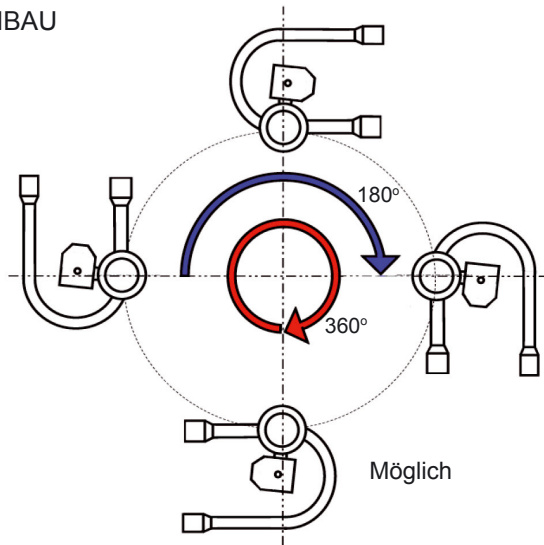

Abb. 1
- a. Horizontale Lage; die Ausrichtung der Ventile der STF-Serie 25, 30, 40, 50, 60 muss zwischen 0° und 180° liegen. Für alle weiteren Ventiltypen ist eine Ausrichtung zwischen 0° und 360° möglich (Abb. 1).